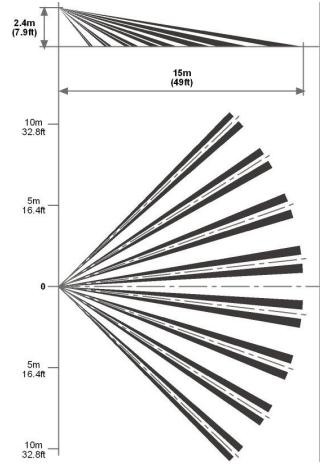

Fig. 4 Model lentila I Patrón de la lente I Portée de lentille I
Alege o locatie care este expusa la invadatori. Alege un model de detectie (Fig. 4). Senzorul QUAD ofera detectie atunci cand treci prin raza infraroase. Este mai putin sensibil atunci cand esti mai aproape de detectoar. Detectorul LC-100-PI / LC-120-PI functioneaza cel mai bine cand este intr-un mediu stabil.
- Conectați firele la blocul de conexiuni.(Fig. 4)
Escoja una ubicación en la que estime más probable la intercepción de un intruso. Véase el patrón de detección (Fig. 4). El detector Quad de alta calidad detecta el movimiento que cruza el haz, y es menos sensible en la detección del movimiento hacia el propio detector. El LC-100-PI / LC-120-PI presenta un comportamiento óptimo en un entorno constante y estable. Evite los siguientes emplazamientos:
- Conectar los cables en los bloques de terminales. (Fig. 4)
Selezioneare la posizione più adatta a rilevare la presenza di un intruso. Vedere l'area di copertura (Fig. 4). Il sensore a quattro elementi ad elevata sensibilità rileva i movimenti che incrociano i fasci; esso è leggermente meno sensibile nel rilevamento verso il rilevatore. Il rendimento del rilevatore LC-100-PI / LC-120-PI è ottimale in un ambiente uniforme e stabile.
- Collegare il cavo alla morsettiera (Fig. 4)
Selezioneare la posizione più adatta a rilevare la presenza di un intruso. Vedere l'area di copertura (Fig. 4). Il sensore a quattro elementi ad elevata sensibilità rileva i movimenti